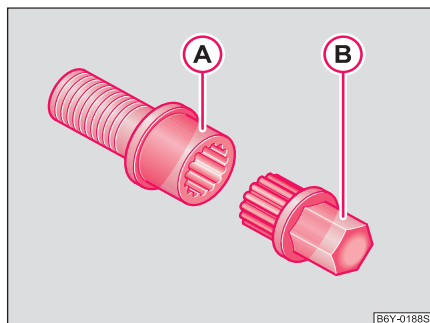

Fig. 179 Șurubul antifurt cu adaptor
- Introduceți adaptorul (B) cu partea dințată, în gaura dințată a șurubului siguranței (A), astfel încât să rămână în afară doar capul hexagonal ⇒ Fig. 179.
- Înșurubați la maxim adaptorul (B) cu cheia de roată.